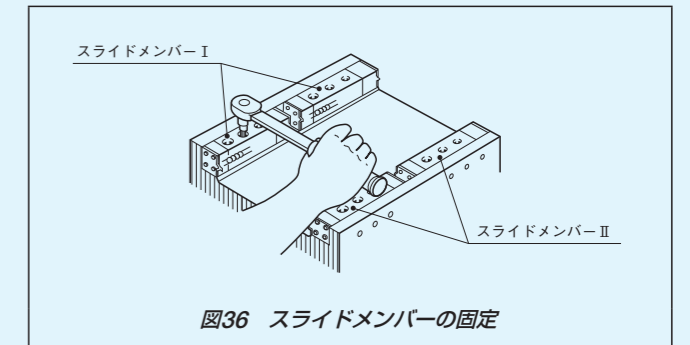

図36 スライドメンバーの固定
- ・テーブルの取付基準面にスライドメンバー Iの取付基準面を正しく合わせて固定ボルトを締め付け固定し、スライドメンバー IIは仮締めにします(図36参照)。